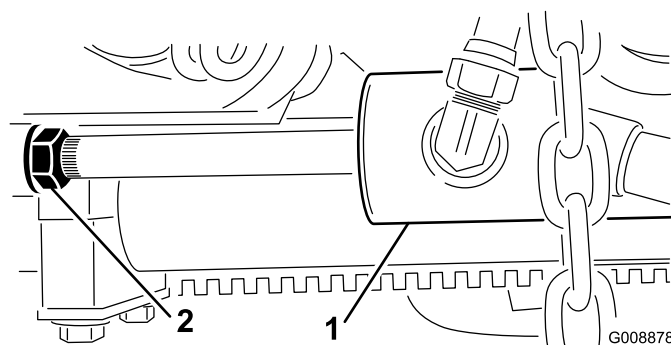

Figura 12
- Allentate il controdado sul cilindro (Figura 12).